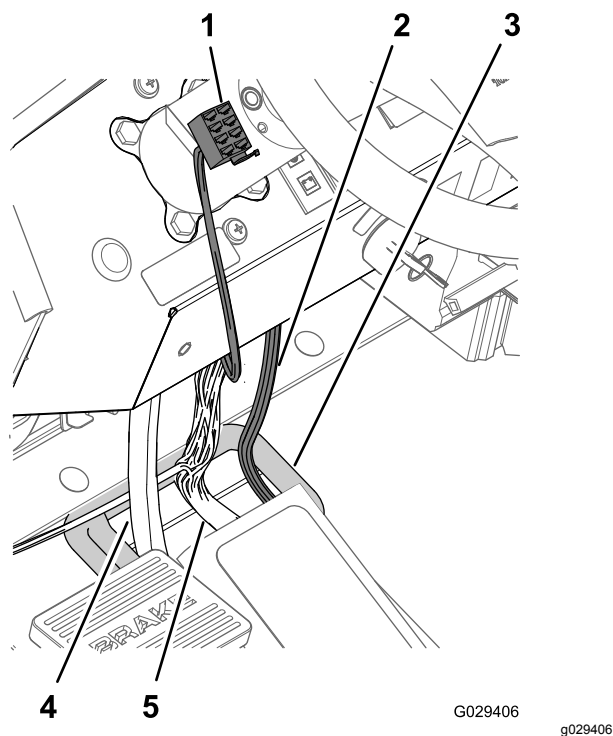

Figure 198
4. Acheminez le connecteur à 8 douilles au bout de la branche tableau de bord de 240 cm en travers du tableau de bord et vers la gauche de la colonne de direction (Figure 198).